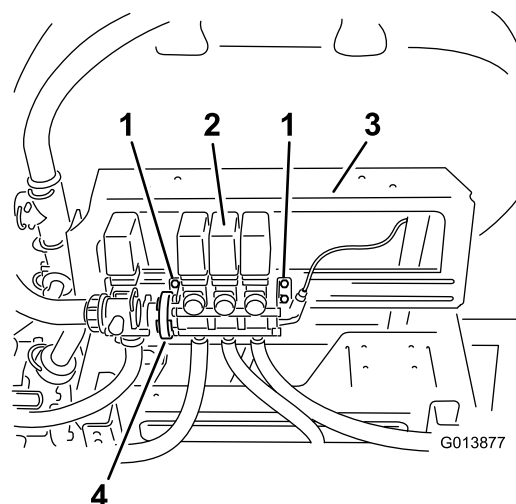

図 4
1. ブームバルブ・アセンブリを取り付けブラケットに固定しているボルトをゆるめる（外さないこと）（図 4）。